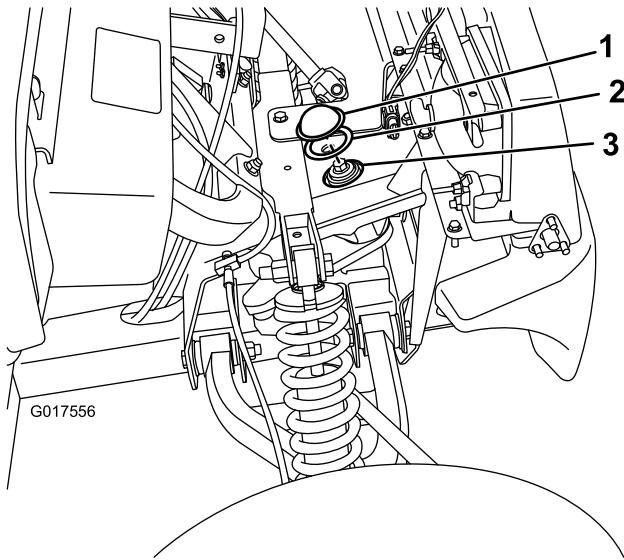

図 1
4. ステアリングボックスの口を探し出す (図 1)。
5. 粘着性のガスケットの片面からバッキングをはがして、ガスケットをカバーの下側のフレンジに貼り付ける (図 1)。
6. ガスケットのもう片方の面からもバッキングをはがし、図 1に示すように、カバーをフレームに貼り付ける